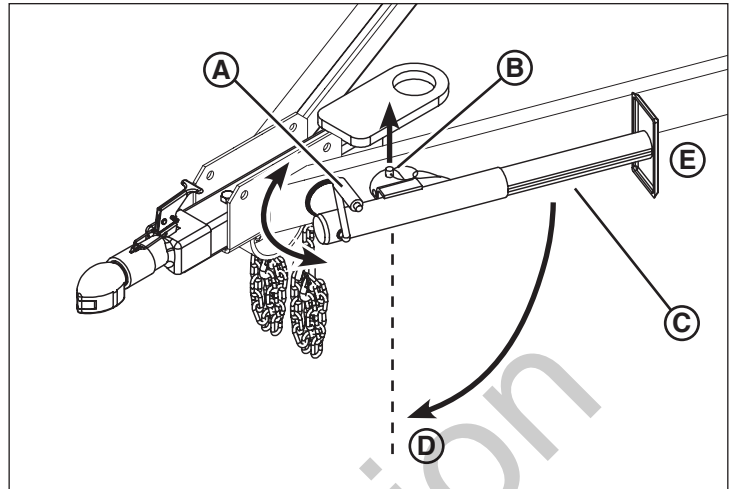

Figura 12
1. Para levantar la lengua, gire la manilla (A, Figura 12) en el sentido horario para extender el gato.
2. Saque el pasador de liberación rápida del gato de la lengua (B, Figura 12) desde el orificio de bloqueo, para que el gato (C) pueda girar.
- Posición de soporte del remolque: Vertical con la almohadilla de soporte hacia abajo (D, Figura 12).
- Posición de transporte: Horizontal con la almohadilla de soporte hacia atrás (E).